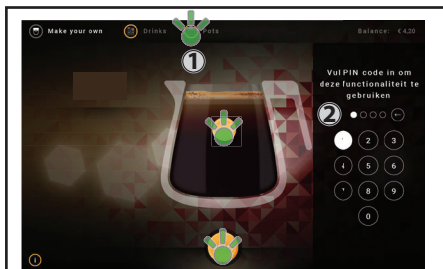

Рис. 4.9 - "Кувшины"
1. Коснуться иконки в верхней правой стороне "Кувшины" **(1)** на сенсорном экране, при нахождении машины в режиме выдачи (рис. 4.9).
2. Набрать PIN **(2)**, если он применяется (рис. 4.9).